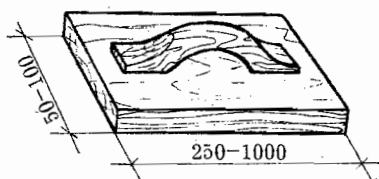

Рис. 13. Терка.
**Терка** (рис. 13) применяется для затирки поверхностей, покрытых слоем штукатурки.